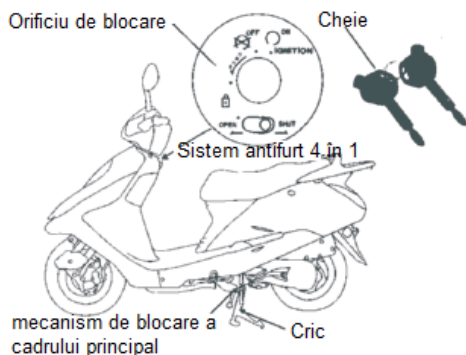

Figura 4-9
(3) După ce vehiculul electric s-a oprit, închideți semnalizarea și opriți motorul.
(4) Poziționați cricul de suport așa cum se arată în imaginea 4-8. În orice caz, vă rugăm să nu parcați vehiculul pe o suprafață moale sau denivelată pentru a preveni căderea acestuia și rănirea persoanelor din jur. În special în zonele în care se află copii, asigurați-vă că blocați cricul și atenționați-i să nu se urce pe vehicul.
(5) Blocați ghidonul și cricul (model opțional) așa cum se arată în figura 4-9.